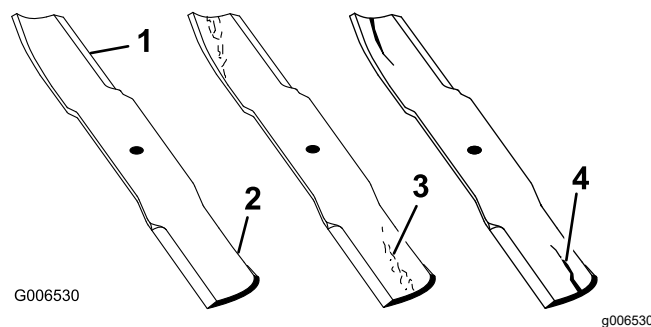

Figura 88
1. Examinez le tranchant des lames (Figura 88).
4. Remplacez immédiatement toute lame fendue, usée ou qui présente une entaille sur cette partie (Figura 88).